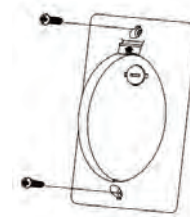

Figura 22
Paso 1. Seleccione una ubicación para instalar el soporte del control remoto, instale el soporte como se muestra. (Figura 22)